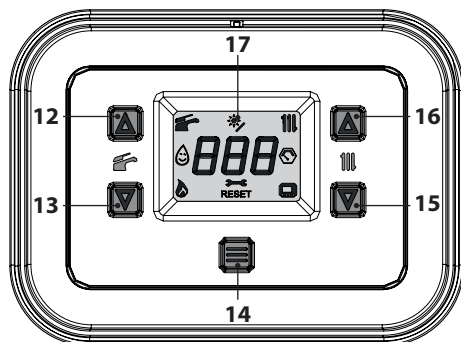

Рисунок 6.6
- Нажмите и удерживайте в течение 5 секунд кнопку 14, пока на дисплее не появятся символы  и  (Рисунок 6.6).
- Войдите в «режим программирования», нажав одновременно и удерживая в течение 5 секунд кнопки 13 и 15 (Рисунок 6.6), до появления на ЖК-дисплее надписи **HiS**, указывающей меню «Хронология котла» (Рисунок 6.8).
- Нажмите кнопку 14 (Рисунок 6.6) для активации функции. На дисплее отображается следующее изображение (Рисунок 6.10 и Рисунок 6.11).
- удерживать кнопки 13 и 15 в течение 5 сек. (Рисунок 6.6) (возврат на предыдущий уровень).
- Выключите котел, нажав и удерживая в течение 5 секунд кнопку 14 (Рисунок 6.6), пока на дисплее не появится символ — — — (последовательно зажигающиеся тире, символизирующие движение) (Рисунок 6.5).